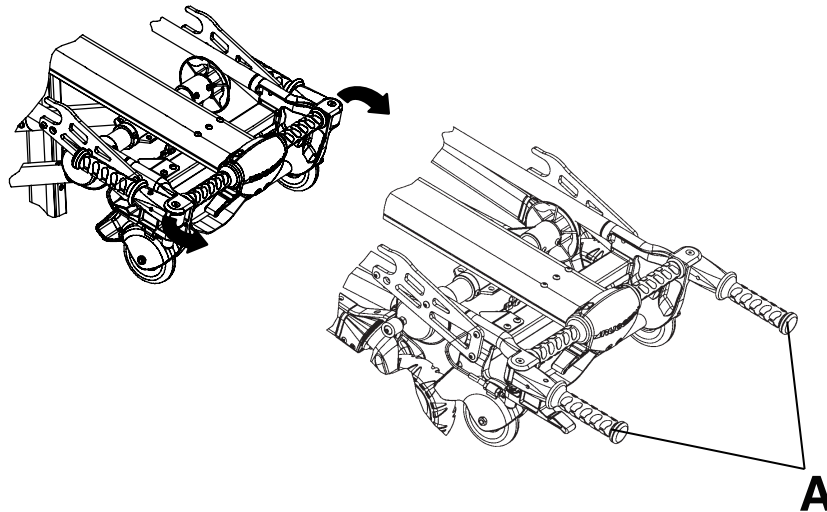

Figura 16 – Poziționarea mânerelor de ridicare
1. Pivotați mânerul de ridicare retractabil (A) în poziție (Figura 16).